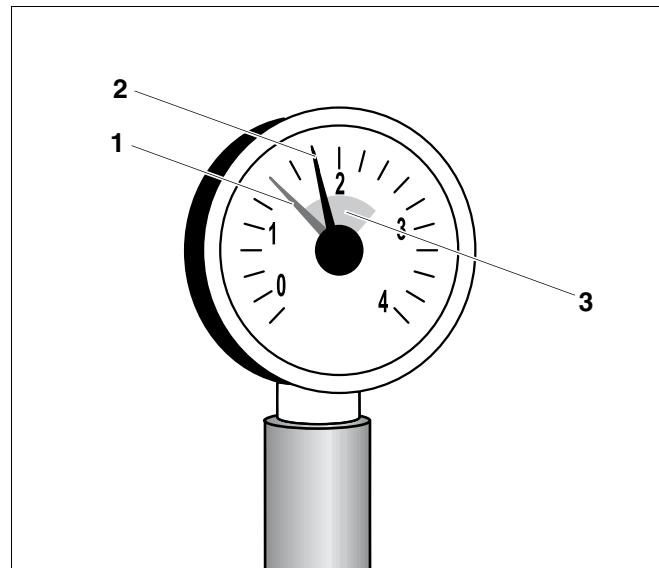

Рис. 6 Манометр для закрытых установок
В закрытых установках стрелка манометра (рис. 6, **поз. 2**) должна находиться в зеленой зоне (рис. 6, **поз. 3**).
Красная стрелка манометра (рис. 6, **поз. 1**) должна быть установлена на требуемое давление. Требуемое давление устанавливает наладчик.
- Проверьте, находится ли стрелка манометра (рис. 6, **поз. 2**) в зеленой зоне (рис. 6, **поз. 3**).
Если стрелка (рис. 6, **поз. 2**) не доходит до зеленой зоны (рис. 6, **поз. 3**), то давление воды слишком низкое. Необходимо восполнить потерю котловой воды, долив подпиточную воду. Для заполнения отопительной установки используйте только необработанную водопроводную воду.
- Заполняйте установку подпиточной водой через кран для заполнения и слива до тех пор, пока стрелка манометра (рис. 6, **поз. 2**) не перейдет в зеленую зону (рис. 6, **поз. 3**).